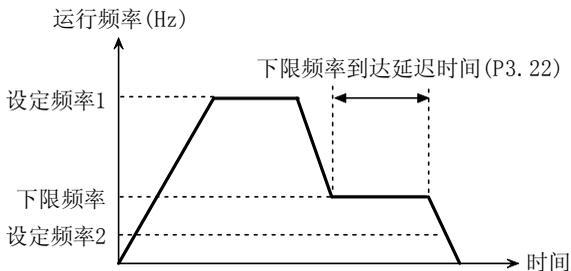

图 5-2-4 零频运行
- ◆ 选择1：零频运行时，如果设定频率小于下限频率，则先在下限频率运行下限频率到达延迟时间P3.22，然后下降到零频运行，如图5-2-4所示。